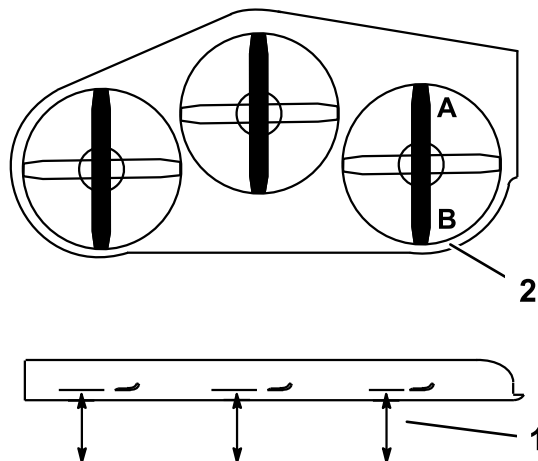

Figura 101
- Coloque la cuchilla **derecha** en posición longitudinal (Figura 101).
- Mida la cuchilla derecha en la posición **A** desde una superficie nivelada hasta el filo de corte del extremo de la cuchilla (Figura 101).
- Mida la cuchilla derecha en la posición **B** desde una superficie nivelada hasta el filo de corte del extremo de la cuchilla (Figura 101).
- La cuchilla del cortacésped debe estar entre 6 y 10 mm ($\frac{1}{4}$ " y $\frac{3}{8}$ ") más baja en la posición que en la posición **B** (Figura 101). Si la distancia no es correcta, continúe con los pasos siguientes.